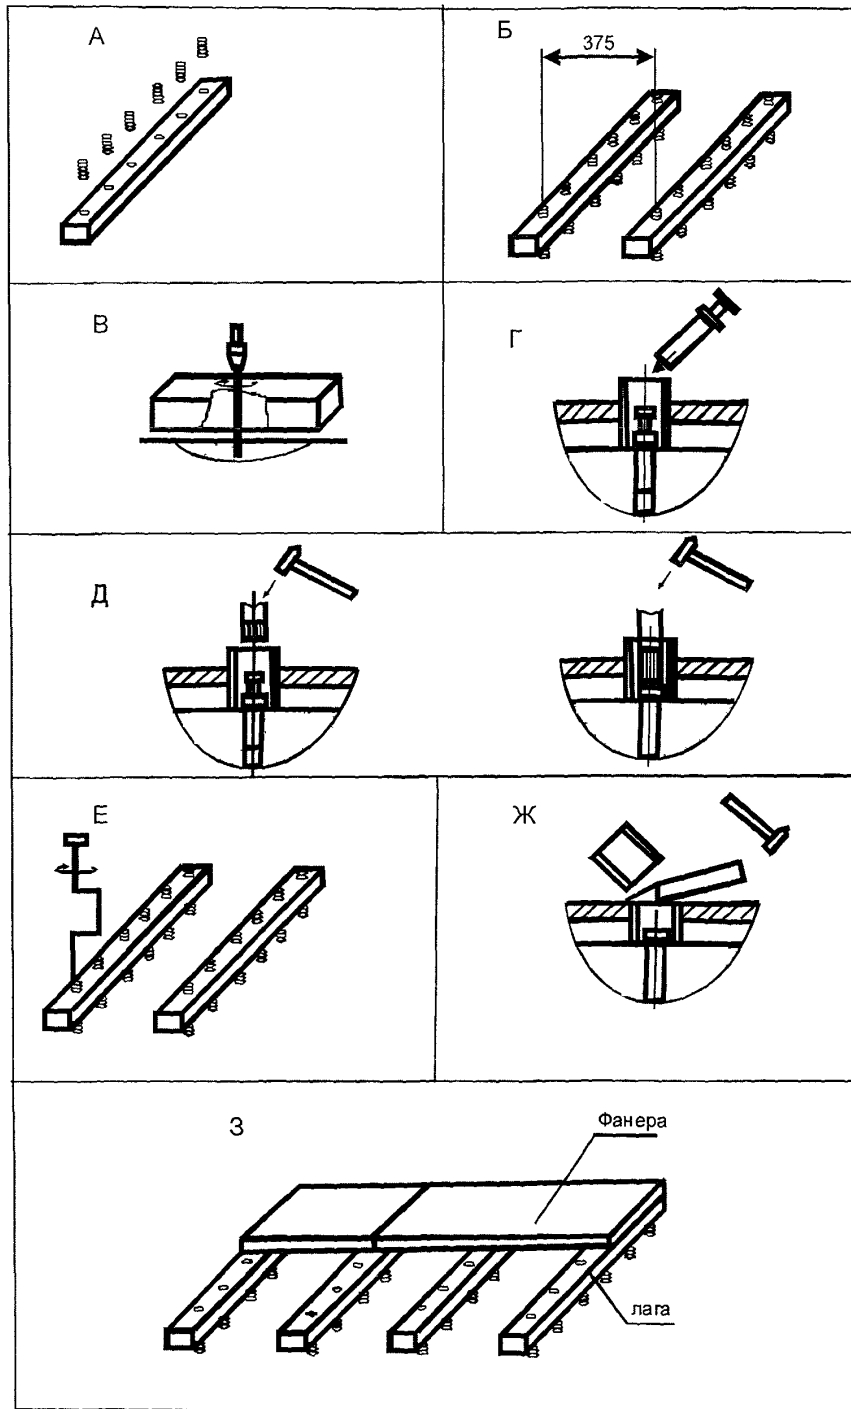

Рис. 4 Последовательность операций при установке регулируемых лаг и закреплении к ним сборной стяжки.
**5.60** При значительных неровностях подстилающего слоя, а также при необходимости укладки сборной стяжки по тепло-звукоизолирующему слою или прохождении под стяжкой труб возможно выполнение сборной стяжки из фанеры по регулируемым лагам со сквозными резьбовыми отверстиями (рис. 4).
**5.62** Перед установкой в отверстия лаг ввинчиваются пластиковые болт-стойки, на которые опираются лаги (рис. 4а).
**5.63** Лаги устанавливаются на перекрытии с шагом 375 мм, после чего через болты-стойки в перекрытии засверливаются отверстия (рис. 4б в).
**5.64** В болт-стойку помещают дюбель-гвоздь, который на неполную глубину забивают с помощью дробника в отверстие, выполненное в перекрытии (рис. 4г,д).
**5.65** С помощью завинчивающего инструмента регулируют необходимое положение лаг по уровню (рис. 4е) и окончательно закрепляют лаги к перекрытию с помощью дюбель-гвоздя, после чего выступающие части болтов-стоек срезают с помощью стамески (рис. 4ж).
**5.66** На установленные таким образом лаги укладывают сборную стяжку из двух слоёв фанеры толщиной по 12 мм, закрепляя их с шагом 150 мм саморезами. При этом второй лист фанеры должен перекрывать стыки нижнего слоя (рис. 4з).